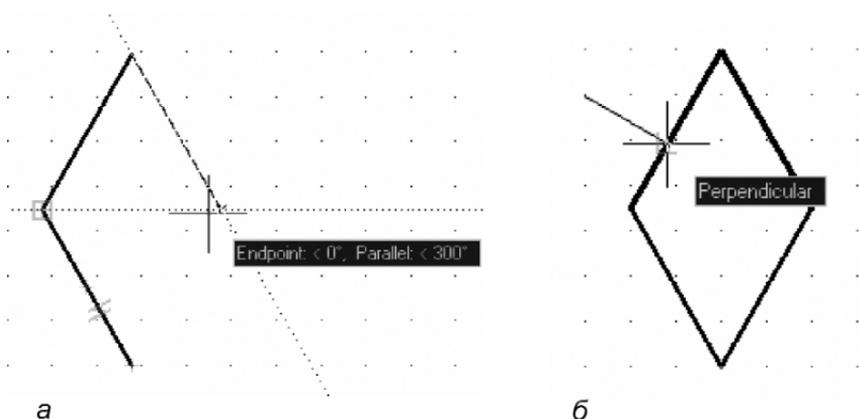

Рис. 3.8. Вычерчивание параллелограмма и перпендикуляра к его стороне
9. Построить параллелограмм с острыми углами 60° (рис. 3.8):
деляется после появления двух линий слежения и соответствующей надписи (рис. 3.8а) в месте их пересечения, после чего зафиксировать результат, щелкнув левой кнопкой мыши; далее, достроив четвертую сторону, замкнуть построения.
10. Вычертить перпендикуляр к стороне параллелограмма (рис. 3.8б):
- первую точку определить произвольно, а вторую — с помощью подсказки **Perpendicular** (Перпендикуляр), указав на наклонную линию параллелограмма (рис. 3.8б); зафиксировать точку мышью.